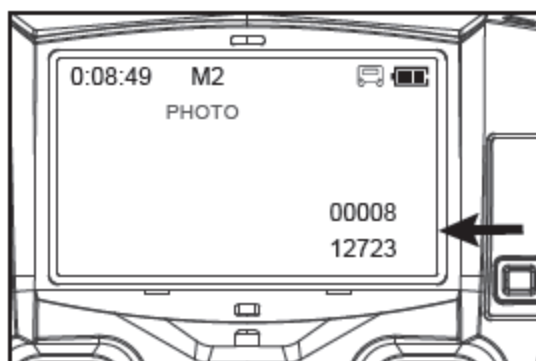

Рис.2
6.2.2. Чтобы сделать фотографию, нажмите кнопку «Фото», которая расположена на передатчике слева. В нижней части экрана появятся синие цифры (Рис.2), а на квадрокоптере X4 красные светодиоды мигнут один раз. Первая строка цифр показывает количество сделанных фотографий. Вторая строка цифр указывает объем фотографий.